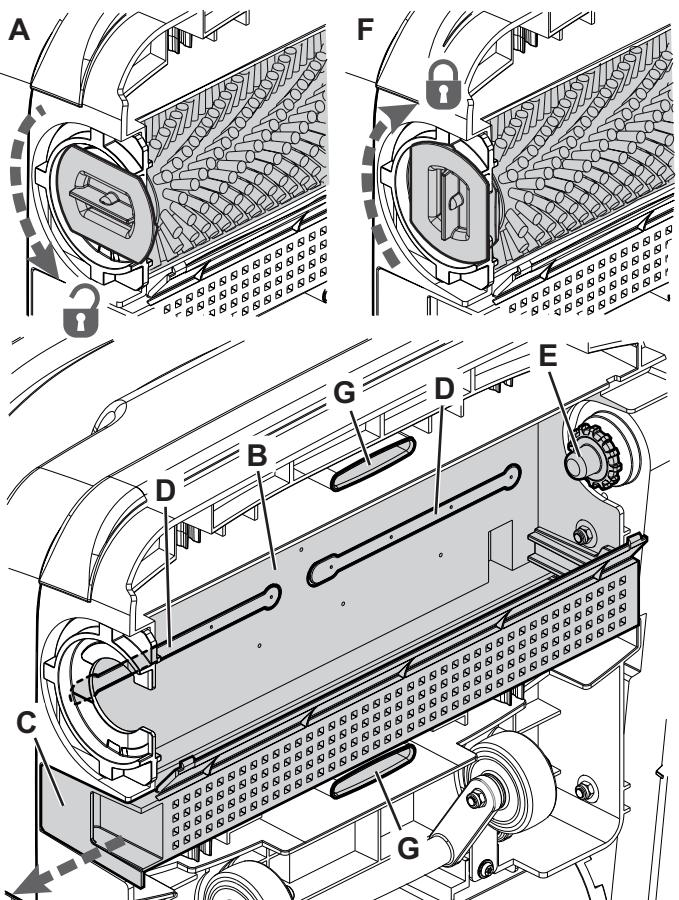

Abbildung 10
6. Die Leitungen für das Schmutzwasser (G, Abb. 10) sorgfältig von eventueller Verschmutzung befreien bevor die Sauglippenleisten montiert werden.
7. Die Sauglippenhalter (20) bis zum endgültigen Einhaken montieren.
1. Den Hebel gegen den Uhrzeigersinn drehen (A, Abb. 10) und die Bürste ausbauen.
2. Die Zylinderbürste (18) mit Wasser und Reinigungsmittel reinigen und waschen.
4. Den Bürstenraumbereich (B) sorgfältig reinigen.
5. Den Schmutzfangkorb (C) herausziehen, reinigen und mit Reinwasser absprühen, dann wieder in die entsprechende Aufnahme setzen.
6. Die Dosiervorrichtungen der Reinigungslösung (D) ausbauen und mit Wasser und Reinigungsmittel reinigen, dann spülen und wieder einbauen.
7. Die Zylinderbürste (18) auf den Antriebsstift (E) montieren, den Hebel im Uhrzeigersinn drehen (F) und einhaken.